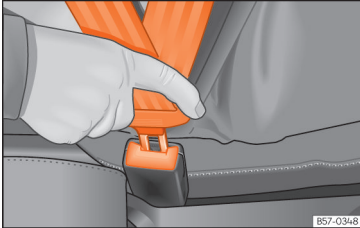

Abb. 21 Schlosszunge des Sicherheitsgurts in das Gurtschloss einstecken.
- Schlosszunge fest in das zum Sitzplatz gehörende Gurtschloss stecken >>> (Abb. 21).